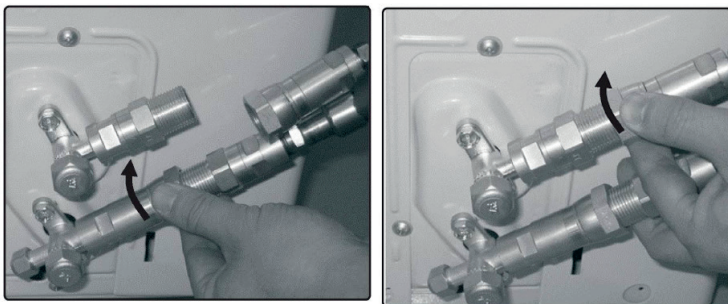

Fig. 6.3
- Richten Sie die Kältemittelleitungen so auf die Ventile aus, dass sie nicht unter Zugspannung stehen. Setzen Sie die Schraubverbindung auf der Kältemittelleitung nur auf das Gewinde am Außengerät und ziehen Sie die ersten Umdrehungen per Hand fest (Abb. 6.3).